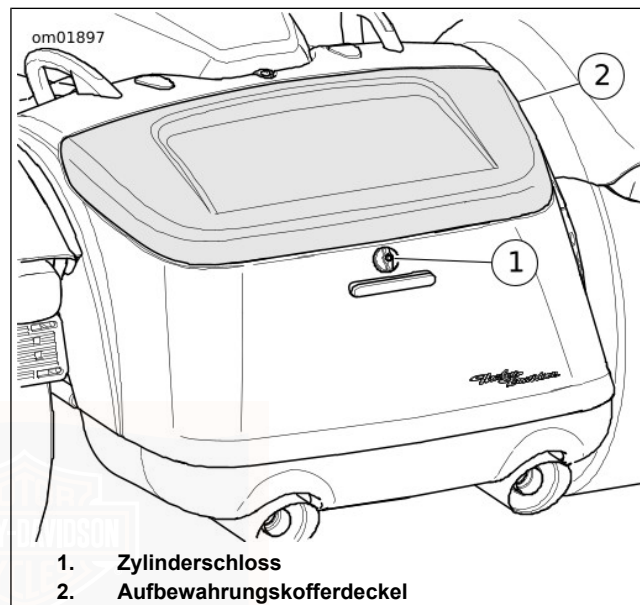

Abbildung 84. Aufbewahrungskoffer (obere Klappe)
- Siehe Abbildung 84. Zum Entriegeln des Deckels das Zylinderschloss im Uhrzeigersinn drehen. Den Aufbewahrungskofferdeckel öffnen.